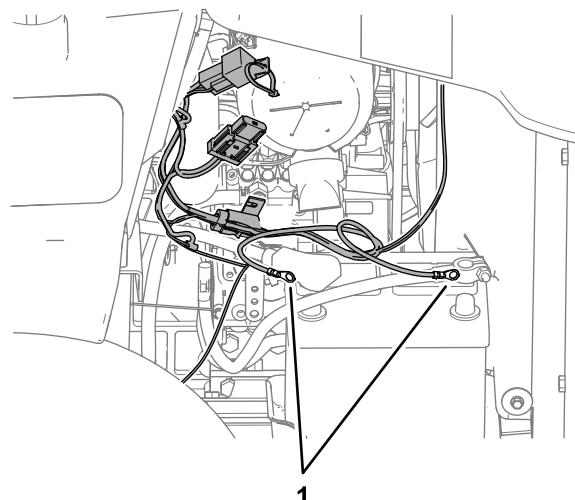

Рисунок 9
4. Проложите 2 круглые клеммы в сторону зажимов кабелей аккумулятора (Рисунок 9).